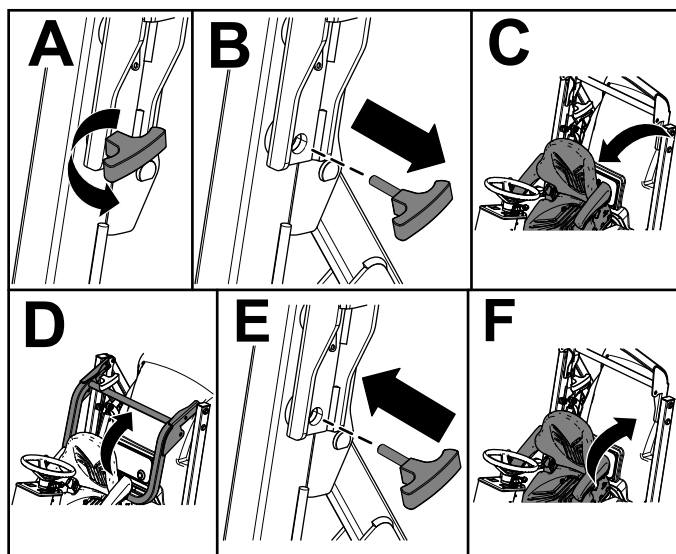

Figura 16
4. Inclinate il sedile in avanti (Figura 16).
5. Togliete i perni della manopola dal roll bar (Figura 16).
6. Sollevate il roll bar e fissatelo in posizione con i perni della manopola (Figura 16).
7. Inclinate il sedile indietro alla posizione di bloccaggio (Figura 16).